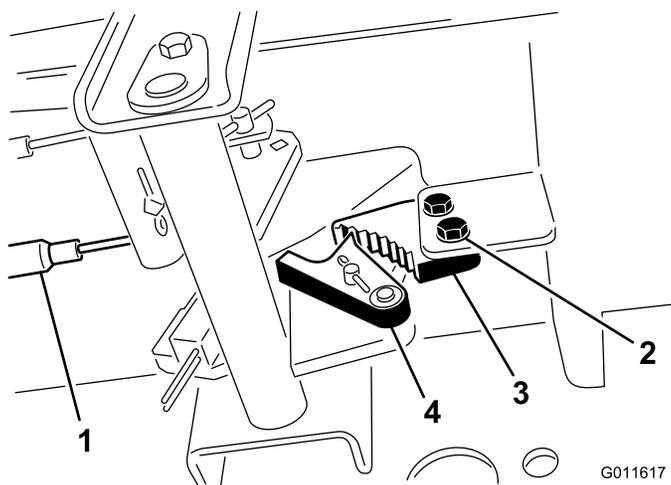

Рисунок 70
- Ослабьте два винта крепления защелки стояночного тормоза к раме (Рисунок 70).
- Нажмите педаль тормоза вперед, пока углубление тормоза не войдет полностью в зацепление с защелкой тормоза (Рисунок 70).